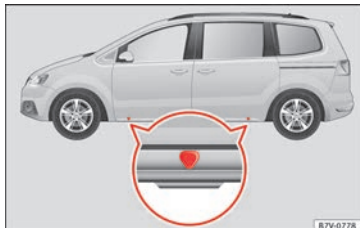

Abb. 187 Aufnahmeplätze für den Wagenheber.
Der Wagenheber darf nur an den gezeigten Aufnahmeplätzen (Markierungen in der Karosserie) angesetzt werden »» Abb. 187. Die Markierung zeigt die Position der Aufnahmeplätze **unter** dem Fahrzeug an. Die
6. Den Wagenheberaufnahmepunkt » **Abb. 187** unter dem Fahrzeug suchen, der dem zu wechselnden Rad am nächsten liegt.